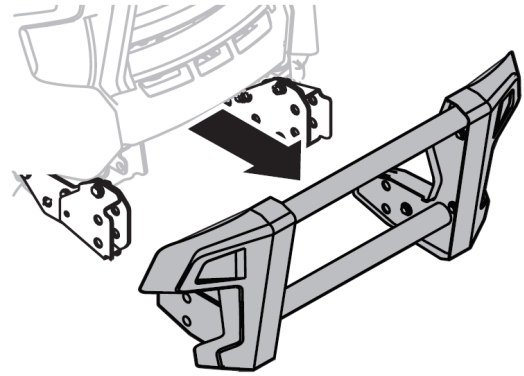

Figure 57
2. これで、ブラシガードアセンブリを取り外すことができます。図57参照。